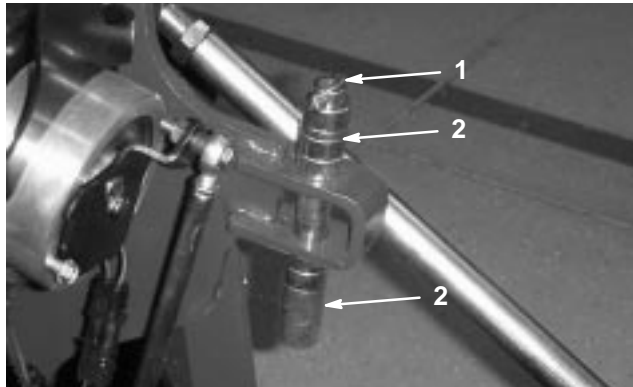

Bild 29
1. Entfernen Sie den Klappstecker, mit dem die Distanzstücke und die Tiefenstifte befestigt sind (Bild 29).